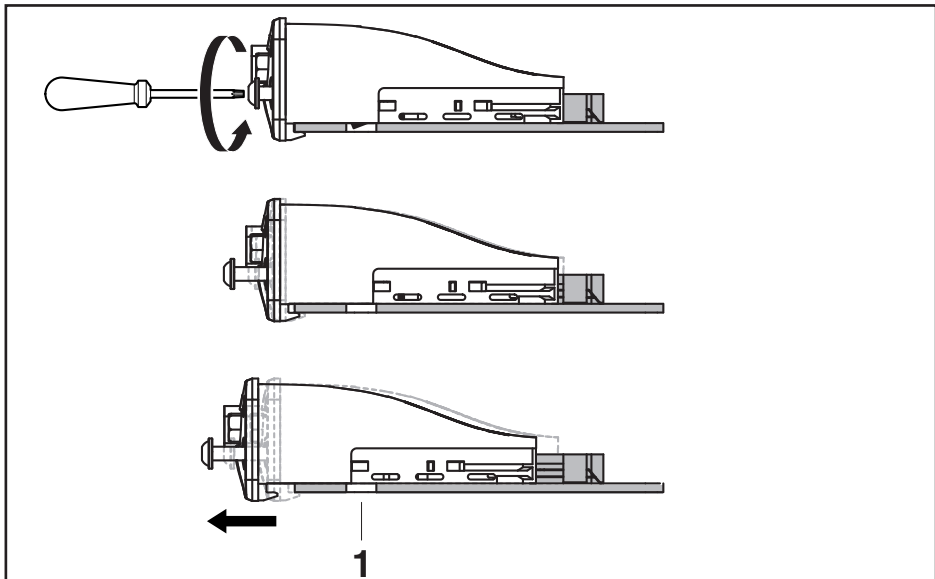

Fig. 4 : Desserer le mécanisme de blocage
2. Desserrez les vis Torx de la face avant. Le module d'interface IMmtcp ne peut être extrait que lorsque le mécanisme de blocage est complètement desserré (voir Fig. 4).